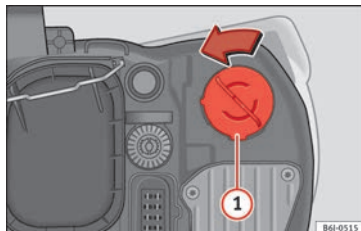

Fig. 92 Feux clignotants.
- Tournez le porte-ampoule » fig. 92 ① vers la gauche puis tirez.